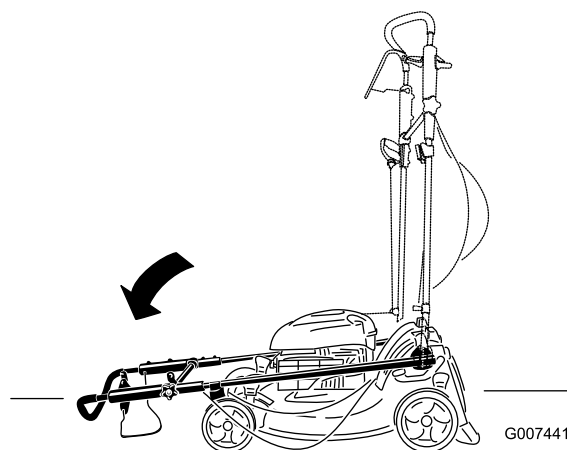

Figura 49
2. Mueva el manillar completamente hacia delante y afloje el pomo del manillar superior (Figura 49).